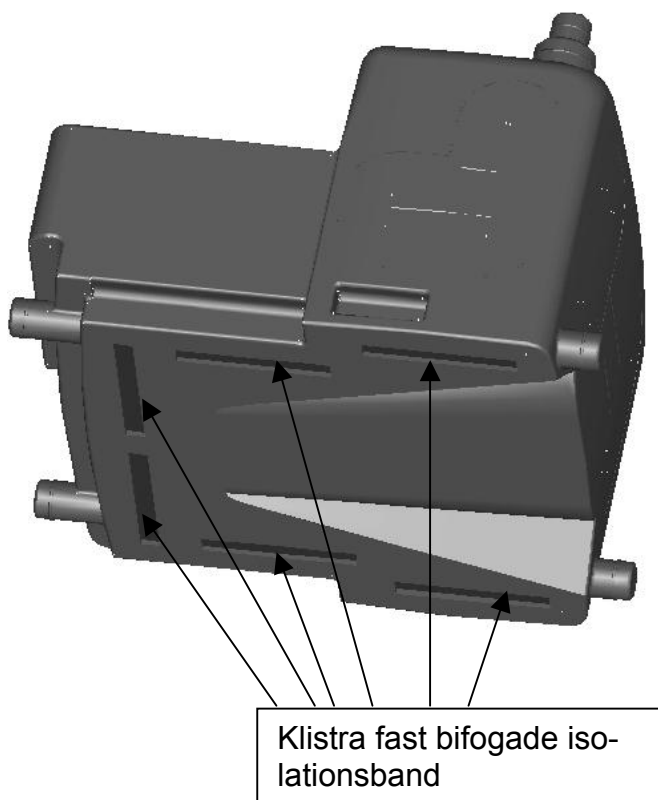

Bild 3
- Innan anläggningen installeras skall bifogade isolationsband anbringas på därtill avsedd plats (se Bild 3).